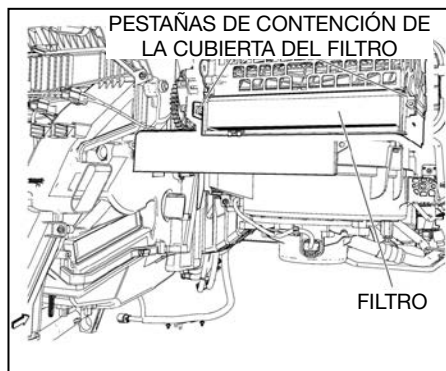

Fig. 14
3. Libere las pestañas en la cubierta del filtro y retire la cubierta (ver Fig. 14).